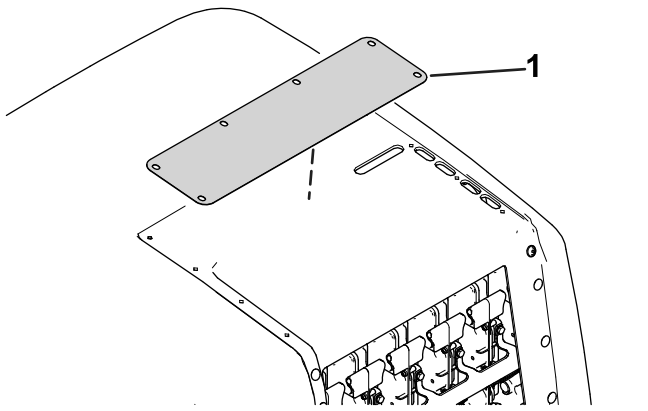

Figure 24
10. Déposez la plaque sous le capot (Figure 24).